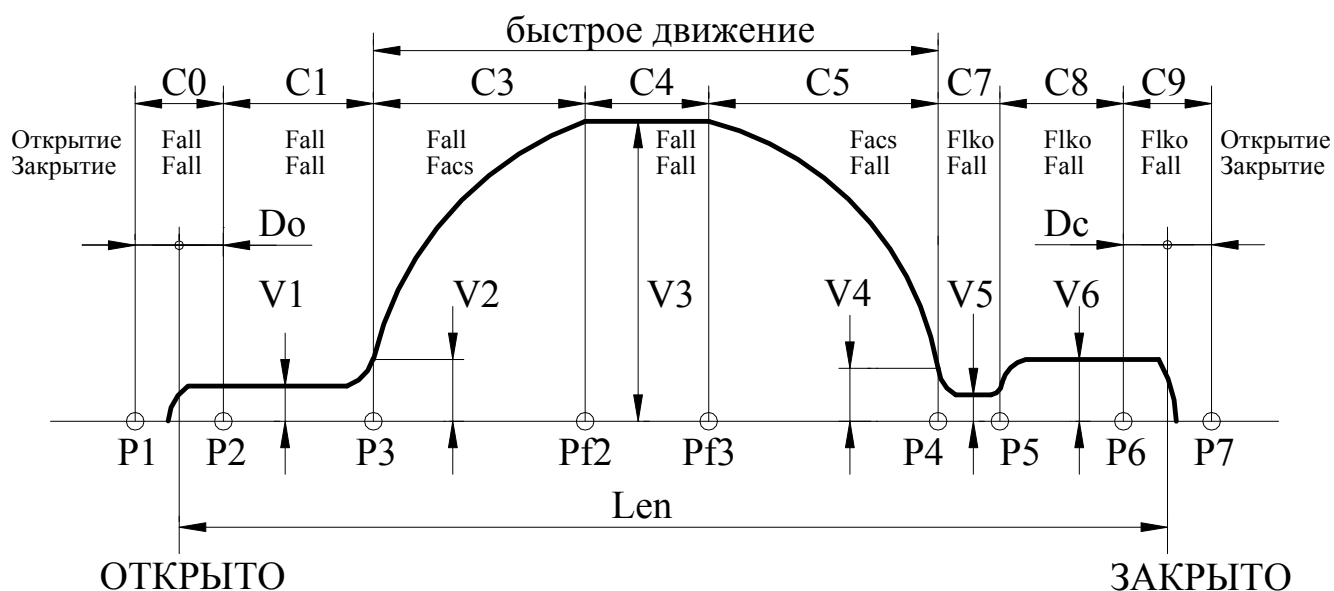

Рис.5. Траектория движения.
3.8.7.4. *Устройство* обрабатывает траекторию движения, показанную на **рис.5**, справа налево.
3.8.7.7. Если *Устройство* определило наличие упора в зоне $C0$ (см. **рис.5**), включается ВКО и производится синхронизация на 0. После этого *Устройство* переходит в режим одностороннего удержания.
3.8.7.8. Если *Устройство* определило наличие упора на расстоянии от C_VKO до $C0$ (см. **рис.5**), то включается ВКО, но синхронизации на 0 не производится. После этого *Устройство* также переходит в режим одностороннего удержания.
- 3.8.8.4. *Устройство* обрабатывает траекторию движения, показанную на **рис.5**, слева направо.
- 3.8.8.8. При **полном закрытии**, когда *Устройство* определило наличие упора в зоне С9 (см. **рис.5**), включается ВКЗ. После этого *Устройство* переходит в режим одностороннего удержания.
- **E0L** – переезд зоны полного открытия (**C0**, **рис.5**) или полного закрытия (**C9**, **рис.5**). *Синхронизация* в этом случае выключается. Ошибка сбрасывается при смене кода направления вращения, но затем необходимо провести *синхронизацию* заново. При повторном неоднократном возникновении данной ошибки нужно провести **измерение проема**, если затем эта ошибка все равно будет возникать, необходимо проверить механику привода.
- $C_{err}=tP.61$ – участок движения (**рис.5**), на котором произошла ошибка при наличии синхронизации, $C_{err}=11$ при отсутствии синхронизации.
3.9.1. Рис.5, на котором показана траектория движения, отслеживаемая Устройством, поясняет назначение многих параметров, рассмотренных ниже. На рис.5 отображено также распределение сил на участках траектории отдельно при открытии и при закрытии (при переходе в режим удержания устанавливается соответствующая сила удержания).
- Если Var_sl=1, то точка препятствия запоминается и происходит замедление скорости движения при подходе к точке препятствия до Vbar. При отсутствии препятствия в том же месте, дальнейшее движение происходит по кривой, указанной на **рис.5**.
3.9.7.14. **ТР.2D** – C_vko (мм) – дополнительное смещение точки **P2(рис.5)** для расширения диапазона удержания сигнала ВКО.
3.9.7.15. **ТР.2E** – C_vkz (мм) – дополнительное смещение точки **P6(рис.5)** для расширения диапазона удержания сигнала ВКЗ.
3.9.8.11. **ТР.3F** – L_zbr – длина торможения замка со скорости V_6 до V_5 (**рис.5**) непосредственно перед закрытием (в зоне от $Len-L_zbr$ до Len). Функция торможения замка активизируется при установке необходимой длины торможения в диапазоне $0 < L_zbr < 256$, в других случаях торможение выключено. Оптимальную минимальную длину нужно подобрать по отсутствию стука. Обычно достаточно установить длину торможения $L_zbr=5$. Данную функцию рекомендуется включать при установке большой скорости замка V_6 для уменьшения стуков замка об упор. По умолчанию установлено $L_zbr=0$.